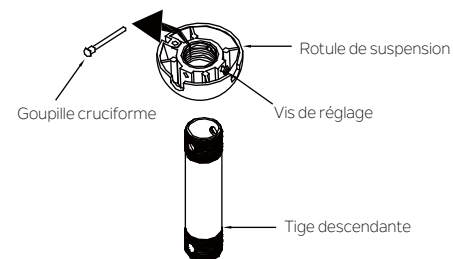

Fig. 7
Étape 3. Retirer la rotule de suspension de l'ensemble de la tige de descente en desserrant les vis de réglage, en retirant la goupille cruciforme et en tournant la rotule ou la tige (Fig. 7).